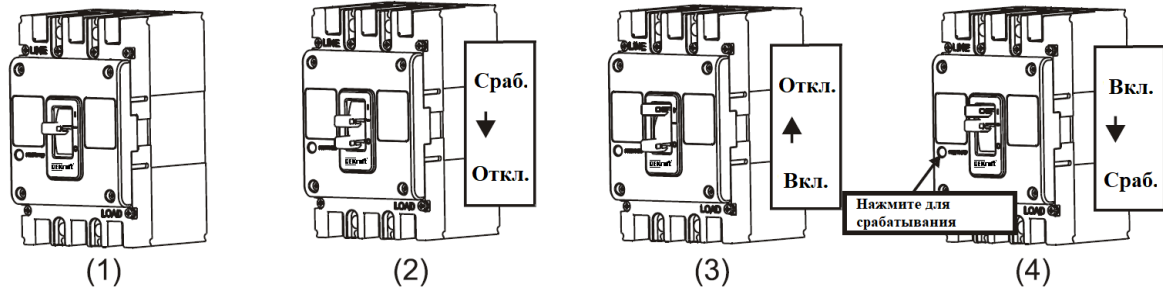

Рисунок 8. Проверка положения рукоятки выключателя автоматического
- По умолчанию выключатель автоматический находится в положении «TRIPPING» (Срабатывание), см. Рисунок 8 (1).
- Переведите изделие в положение «OFF» (Отключено), см. Рисунок 8 (2).
- Повторно включите выключатель автоматический и переведите ручку в положение ON (Включено), см. Рисунок 8 (3).
- Нажмите на красную кнопку «PUSH TO TRIP» (Тест), чтобы вернуть рукоятку выключателя автоматического в положение «Срабатывание», см. Рисунок 8 (4).